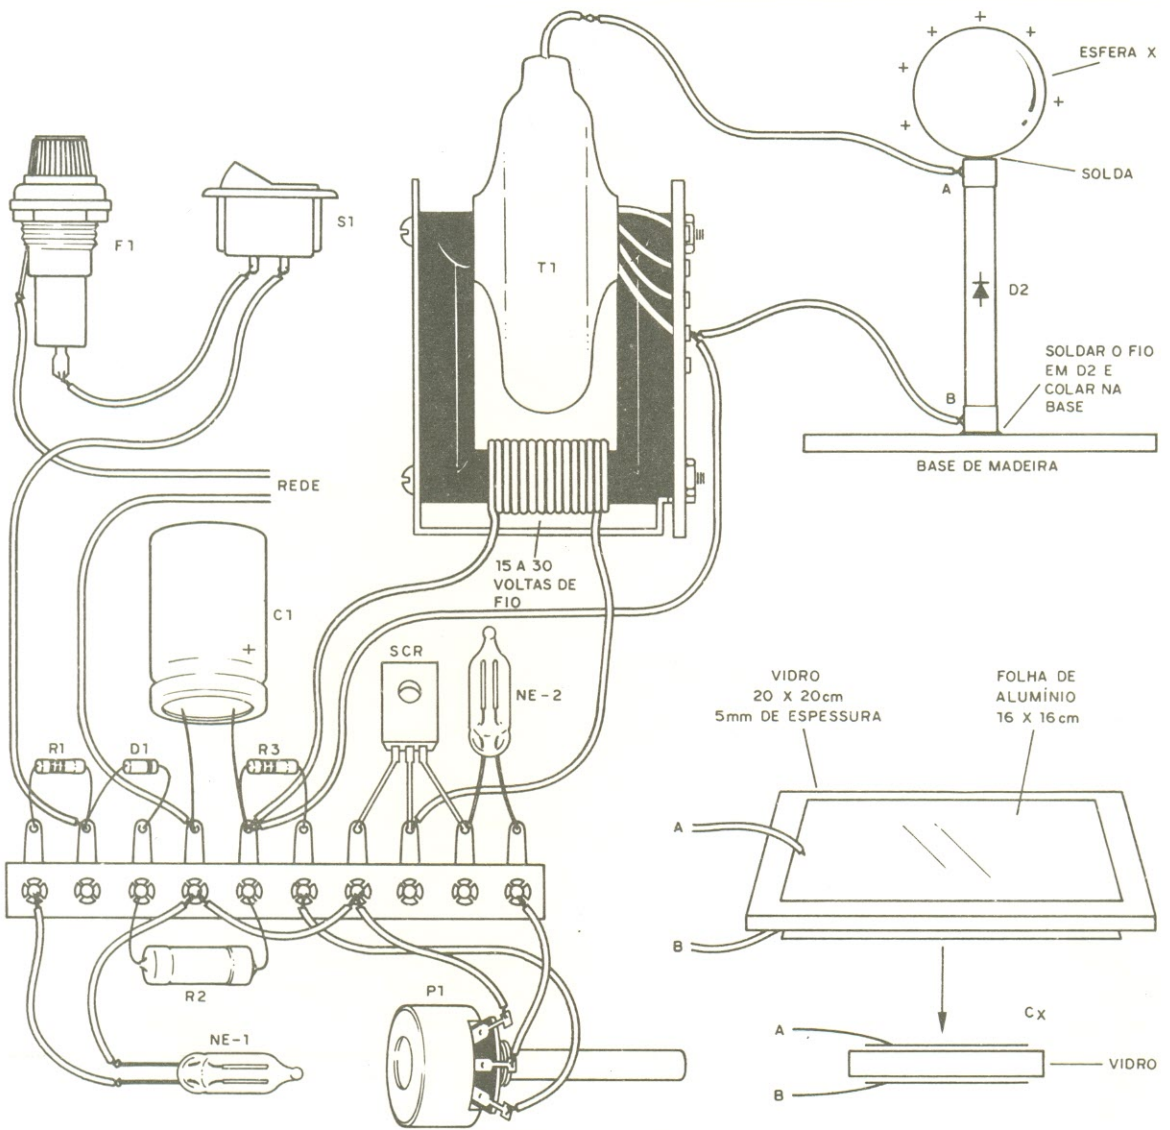

Figura 5
A realização do projeto, tendo por base uma ponte de terminais, é mostrada na figura 5.
i) O transformador T1 pode ser aproveitado de um velho televisor, ou comprado. Praticamente qualquer tipo serve, havendo alguns que oferecem maior tensão que outros. O leitor deverá fazer apenas o enrolamento primário. Este consta de 15 a 25 voltas de fio comum enroladas na parte inferior do fly-back, conforme mostra a própria figura 5.